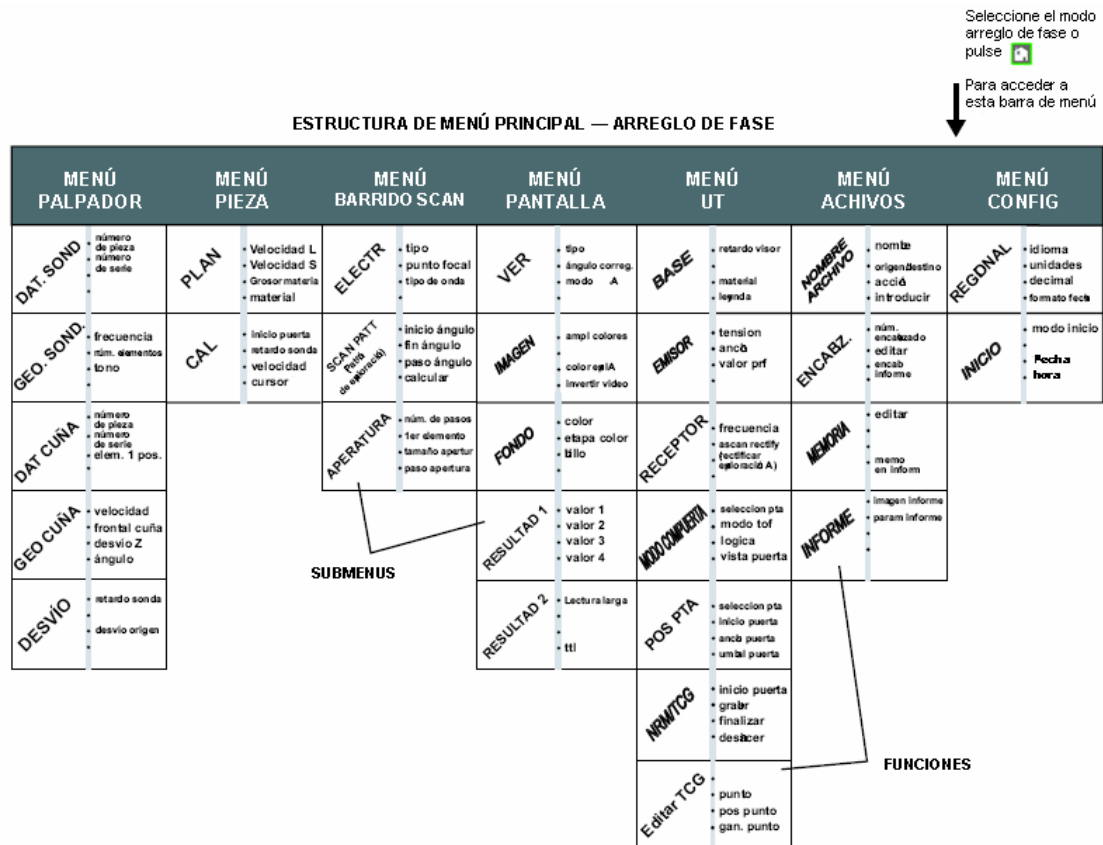

Figura 1-3 Para ingresar a estos menús, submenús y funciones es a través del menú principal del sistema
-  La tecla del menú principal (Home) inmediatamente regresa el instrumento a la lista del menú principal como se muestra en la Figura 1-3 (Arreglo de Fases) o Figura 4-3 (Convencional). Si mantiene la tecla presionada por tres segundos automáticamente ejecuta el cálculo del Barrido.
NOTA: La Figura 1-3 muestra la estructura de los menús principales del instrumento. La información proporcionada en las dos siguientes secciones del manual se explica que hace cada función y como ingresar a la función a través del menú del sistema. También encontrará en la sección de operación, referencias que le dirán que sección consultar en este manual para información específica de cada función.
- Para ingresar a menús disponibles mediante el menú principal de Arreglo de Fases (Figura 1-3)